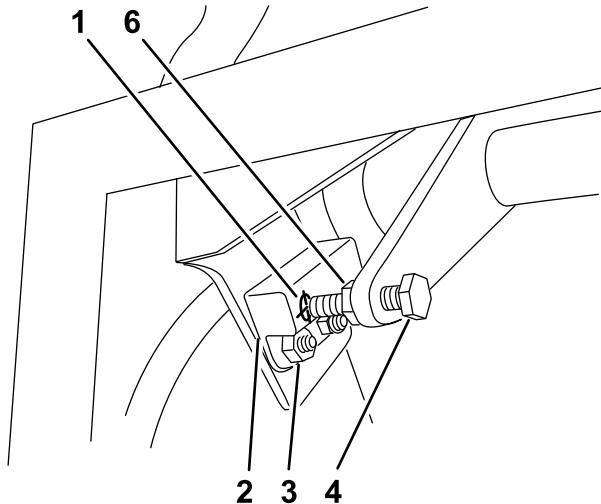

Figure 56
1. Vérifiez que le boulon fixé au levier de commande de déplacement est aligné sur la cible du contacteur de proximité (Figure 56).
2. Au besoin, desserrez les boulons et réglez le contacteur de proximité jusqu'à ce que la cible soit alignée sur le boulon fixé au levier de commande de déplacement (Figure 56).
3. Vérifiez la distance entre le boulon et le contacteur de proximité; elle doit être comprise entre 0,51 et 1,02 mm (0,02 et 0,04 po), comme montré à la Figure 56.
5. Serrez l'écrou de blocage après avoir réglé le boulon (Figure 56).